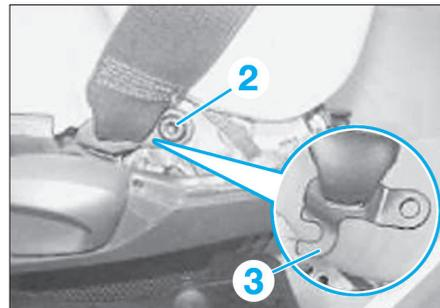

Fig. 13
- Déposer la vis de fixation (2) de la ferrure (3) (Fig.13).